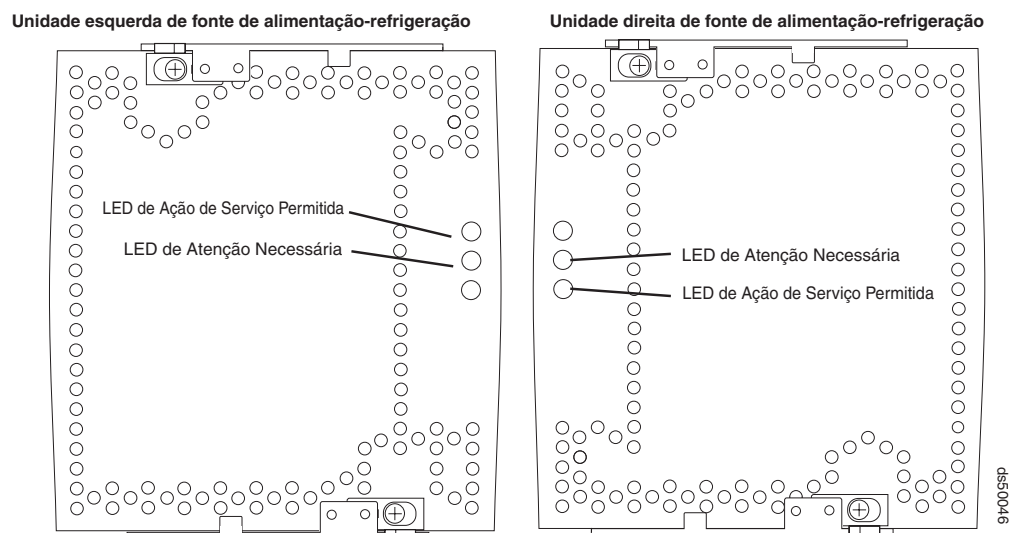

Figura 111. LEDs Atenção Necessária da unidade de fonte de alimentação e de refrigeração
5. Verifique o LED Atenção Necessária em cada unidade de fonte de alimentação e de refrigeração. (O Figura 111 na página 193 mostra o LED Ação de Serviço Permitida da unidade de fonte de alimentação e de refrigeração esquerda é o principal, ou o primeiro LED e o LED Atenção Necessária é o segundo LED. Na unidade direita de fonte de alimentação e refrigeração o LED Ação de Serviço Permitida é o LED inferior, e LED Atenção Necessária é o LED seguinte, abaixo dele.)